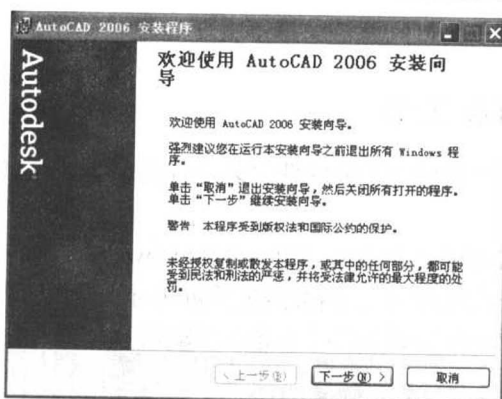

图 1.5 欢迎界面
- (2) 单击其中的【单机安装】选项,并在下一提示中单击【安装】按钮后将弹出如图 1.5 所示的欢迎界面,单击【下一步(N)>】按钮。